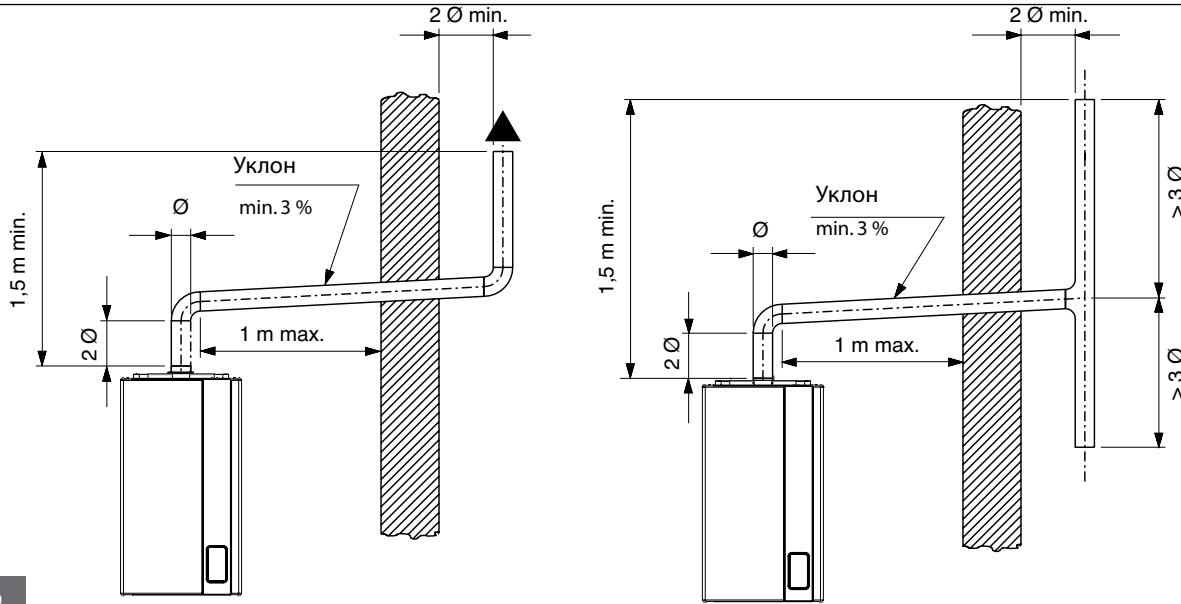

рис. 10
- вытяжной блок должен находиться выше, минимум на 1,5 м, уровня точки крепления вытяжной трубы к котлу (см. рис. 10).